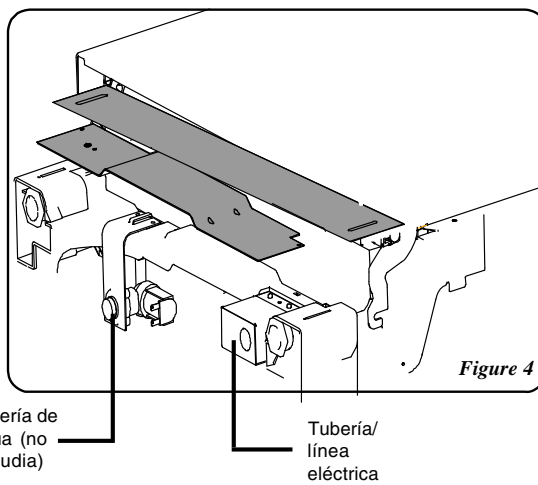

Figura 4
- Quite los dos (2) tornillos situados en la parte delantera del soporte de la placa protectora inferior, utilizando un destornillador Phillips #2. Deslicela hacia arriba y retírela.
- Localice la válvula de admisión de agua situada detrás de la placa protectora inferior, en el lado inferior izquierdo de la unidad. (Vea la figura 4.) La válvula tiene una rosca hembra de entrada de 1/2" NPT. Quite el conector.
- Envuelva el codo de 90° (no incluido) con cinta aislante para rosca de tubería (o use un compuesto adhesivo) y enrósquelo en la válvula de admisión de agua. Cuando quede apretado, el codo debe quedar orientado hacia la izquierda. Para evitar que el soporte se doble o la válvula se parta, no apriete demasiado. Vea la figura 4.
- Nota:** localice la caja de empalme de suministro eléctrico del lavavajillas, situada en el lado inferior del conjunto de la placa protectora inferior. Consulte la figura 4. Determine dónde realizará la conexión para el suministro de agua caliente. Observe en la figura 4 la ubicación de la válvula de admisión del agua. Determine dónde realizará la conexión de la manguera de desagüe.
- Orienta la tubería de agua hasta la válvula de admisión de agua, como se muestra en la **figura 4**.